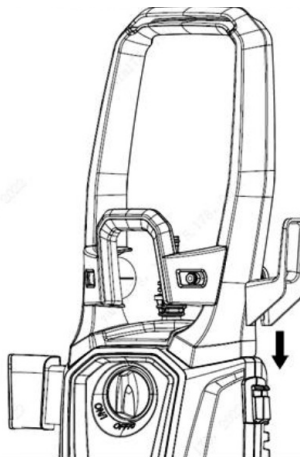

Рис. 10
7. Установите держатель электрокабеля питания с правой стороны мойки (рис. 10).